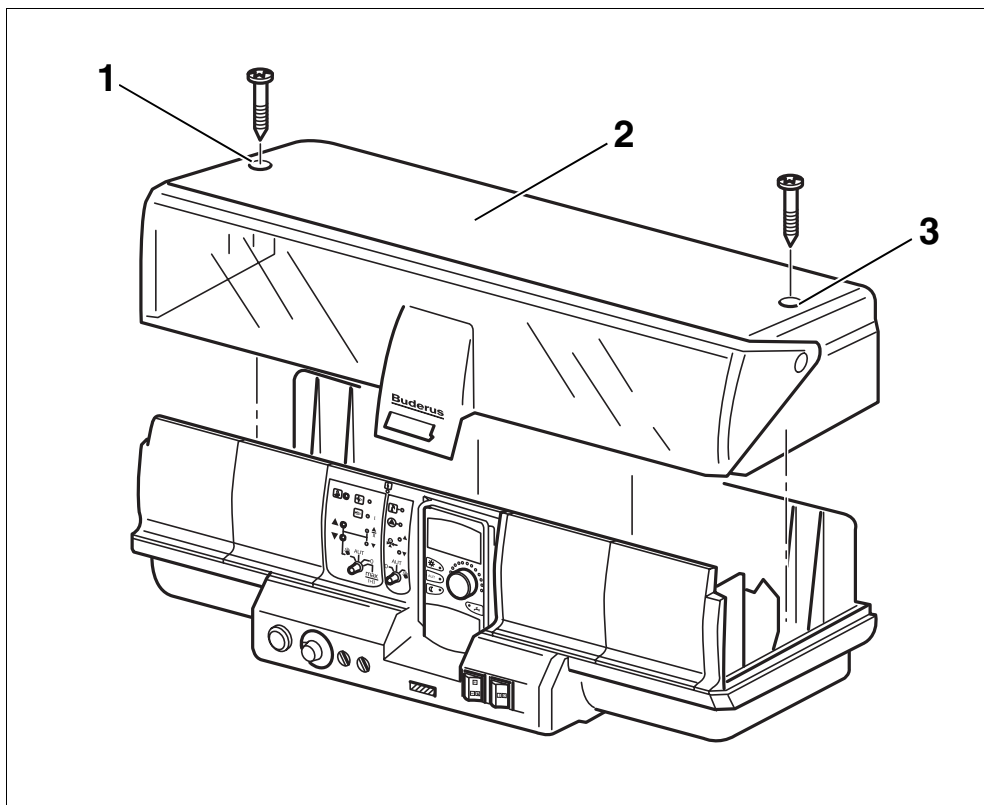

Рис. 18 Демонтаж крышки
- Открутите 2 винта на верхней крышке корпуса (рис. 18, поз. 1 и 3).
- Снимите крышку (рис. 18, поз. 2).